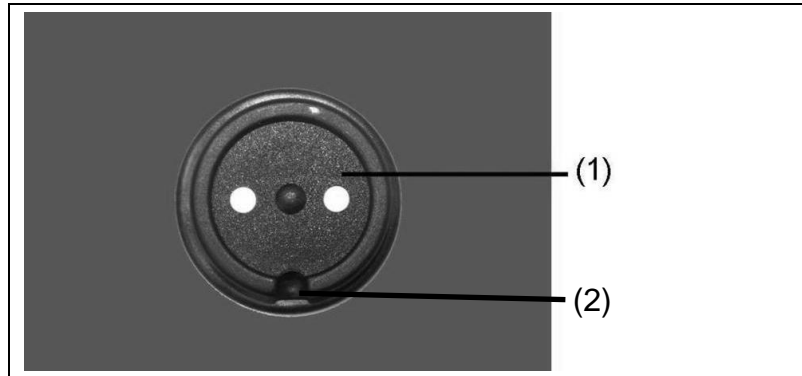

Fig. 5-10: Preso della corrente di carica MagCode
1. Orientare la spina MagCode del dispositivo di carica esterno (per esempio il caricabatterie) in base al fissaggio (Fig. 5-10-(2)).
2. Inserire la spina sulla preso MagCode (Fig. 5-10-(1)).